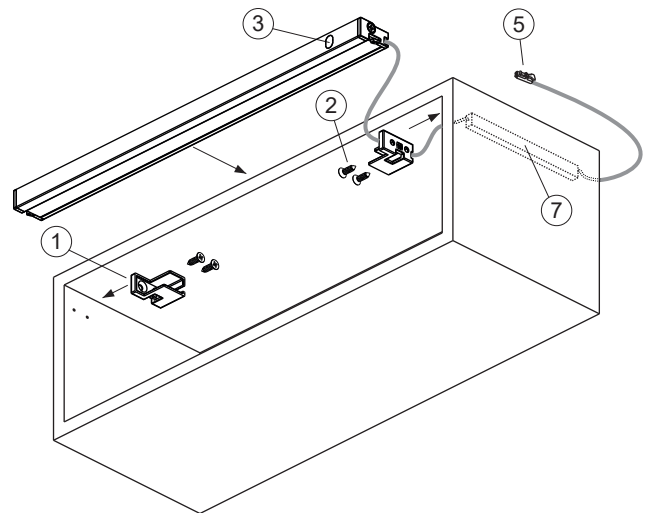
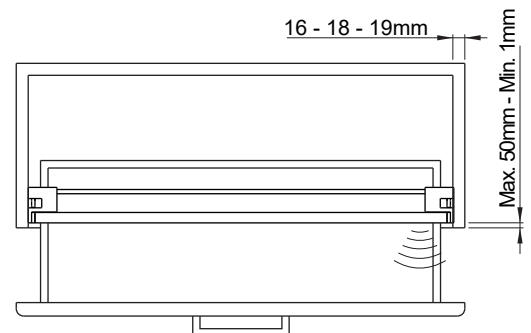

Fig.1
Fig. 2
-Välj monteringsfästena (1) utifrån stomtjocklek. Valet underlättas genom de markeringar som visar vilket fäste som ska monteras till höger och vänster samt till vilken stomtjocklek (16-18-19mm).
-Rekommenderat är att förborra stommen (borrdiameter 2,5mm) för att föränkla montering av medföljande skruv. Ska kabeln dras genom stommen behövs hålet ha en en minimidiameter på 8mm för att Micro24-kontakten ska kunna passera. Om man önskar att fixera kabeln används plastprofilen (7) som är inkluderad i förpackningen.
-Placera monteringsfästena (1) i enlighet med måtten angivna i Fig. 2.
-Montera monteringsfästena (1) i stommen med medföljande skruv (2).
-Dra kabeln genom monteringsfäste (1) Fig.1, placera armaturen i fästena (1) till krokarna på armaturen snäpper i helt.